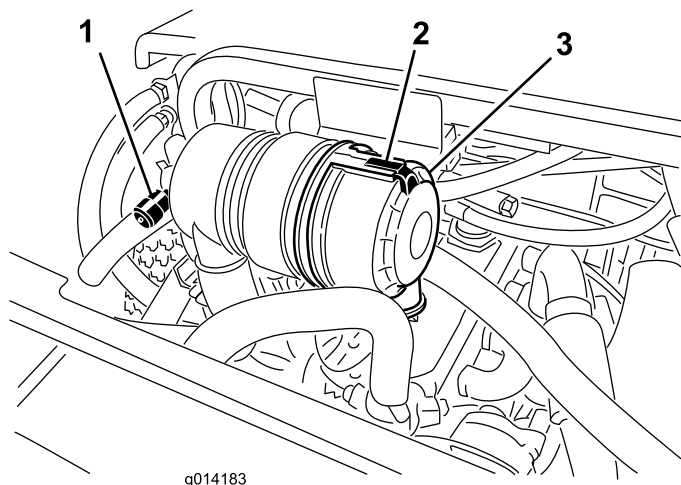

Figure 25
Faites l'entretien du filtre à air uniquement quand l'indicateur de colmatage (Figure 25) indique que cela est nécessaire. Changer le filtre à air prématurément ne fait qu'accroître le risque de contamination du moteur par des impuretés quand le filtre est déposé.
1. Desserrez le verrou qui maintient le couvercle sur le corps du filtre à air (Figure 25).